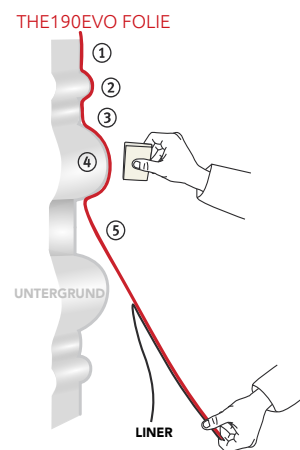

Abbildung 07
- Abdeckpapier nach und nach abziehen, dabei die Folie weiter nach unten hin spannen. (Abb. 07)
- Beginnen Sie mit der Vertiefung ①, dann mit der Erhebung ②, bis hin zur nächsten Vertiefung ③.
- Anschließend ist der darauf folgende erhabene Bereich anzubringen ④. Auf diese Weise kann nun bis zur ⑤ vollständigen Folienverklebung fortgefahren werden.